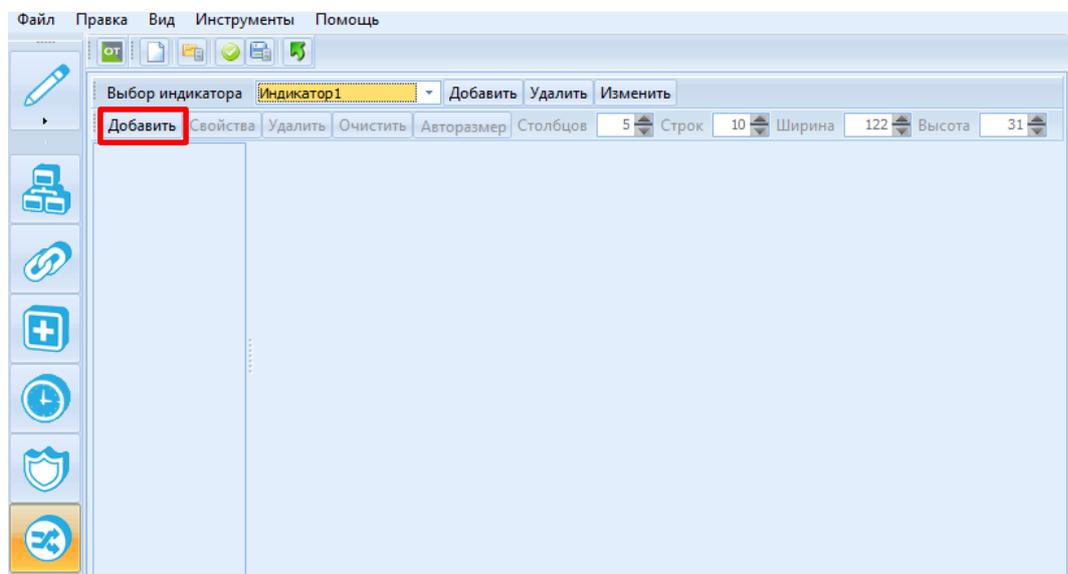

Рисунок 11.3 – Добавление новой страницы индикатора
2) Для добавления новой страницы виртуальной панели необходимо нажать кнопку «Добавить» панели инструментов в левом верхнем углу окна (рисунок 11.3).